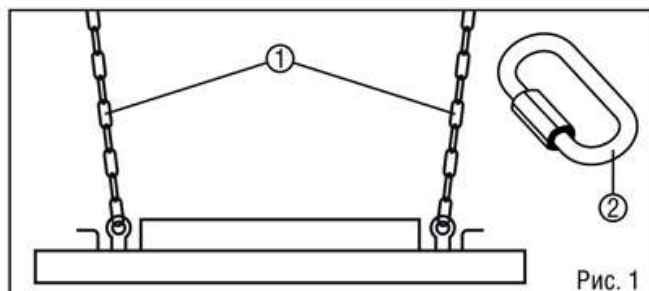

Рис. 1
2. Установите цепи (1) на светильник, Рис. 1.
3. Закрепите концы цепей на подвесах с помощью карабина (2), Рис. 1. Убедитесь в надежности крепления.